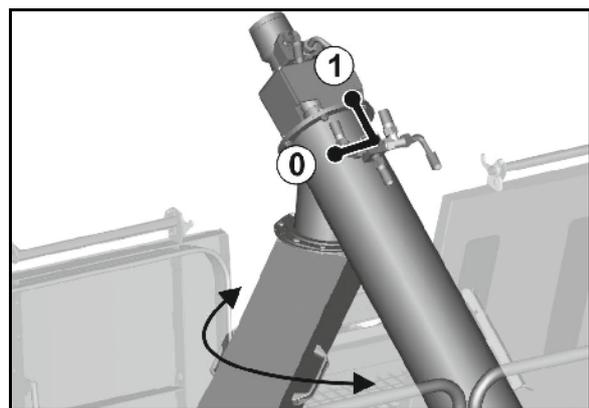

Fig. 89
7. Absperrhahn (Fig. 89/1) in Position **B** bringen.
- Absperrhahn (Fig. 89) in Position **B** halten,